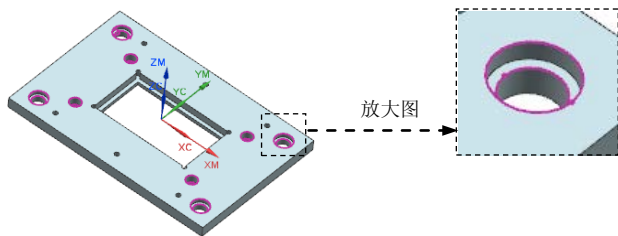

图 11.42 定义其余边线
Step5. 参照上两步创建另外七个沉头孔的边线, 完成如图 11.42 所示。